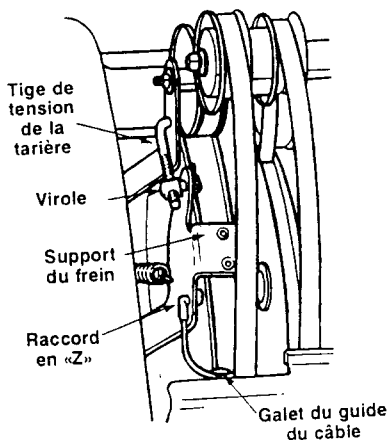

Figure 29
- Retirez la goupille fendue et la rondelle de la virole pour céder la tige de tension de la tarière du support du frein, comme à la figure 29.
- Dégagez la courroie d'entraînement de la tarière (courroie avant) de la poulie motrice. Voir la figure 29.
- Attachez le raccord en «Z» du câble sur le support du frein. Voir la figure 29.